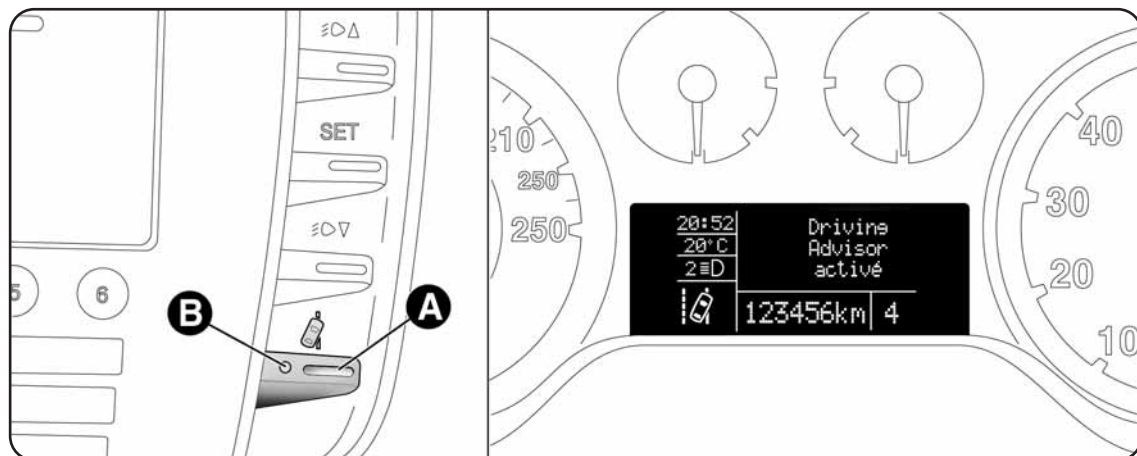
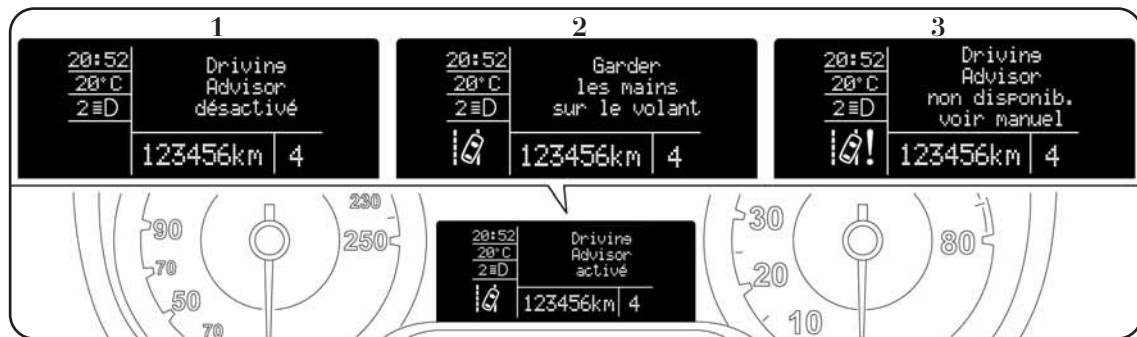

fig. 68
fig. 69
Le système n'est pas activé au démarrage du véhicule. Le système n'est activé qu'après avoir actionné le bouton A-fig. 68 sur la planche de bord. La confirmation de l'activation est attestée par l'éclairage de la DEL, située sur le bouton, et par un message dédié, sur l'écran du combiné de bord. Une fois activé, le système effectue la reconnaissance des conditions de fonctionnement opérationnelles, qui sont signalées au conducteur par le clignotement de la DEL située sur la touche et par le clignotement de l'icône , sur fond de couleur ambre, à l'écran du combiné de bord. Le système s'active lorsqu'il reconnaît les conditions opérationnelles. Il s'ensuit : l'extinction de l'icône  sur l'écran du combiné de bord et l'allumage de la DEL située sur le bouton.
Le système peut être éteint en actionnant le bouton A-fig. 68 situé sur la planche de bord. Quand le système est désactivé, la DEL sur le bouton s'éteint et le message 1-fig. 69 s'affiche à l'écran du combiné de bord.
Le système peut s'éteindre automatiquement (par conséquent pour l'utiliser, il faudra le réactiver). L'extinction automatique est signalée au conducteur par trois bips sonores consécutifs et par le message 1-fig. 69 affiché à l'écran du combiné de bord suite aux conditions suivantes :
- le conducteur ne maintient pas les mains sur le volant (le signal 2-fig. 69 s'affiche sur le combiné de bord et un signal sonore retentit jusqu'à ce que le conducteur remette les mains sur le volant ou, étant donnée la situation de danger, le système se désactive automatiquement) ;
**ATTENTION** Le système ne peut pas être activé si le conducteur a précédemment activé le mode de conduite sportive. L'impossibilité d'activer le système est signalée au conducteur par trois bips sonores consécutifs et par le message 1-fig. 69 à l'écran.
En cas de dysfonctionnement, le système signale au conducteur l'anomalie par le message 3-fig. 69 sur l'écran du combiné de bord et par un bip sonore.
| État de la DEL sur le bouton | Message à l'écran (fig. 68 et 69)         | État de l'icône à l'écran                                                                                    | Signalisation sonore        | Signification                                                                         |